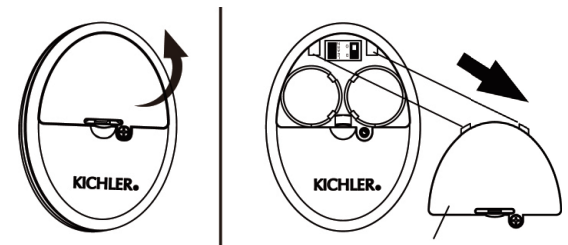

Figura 25
Paso 1. Con un destornillador, quite la tapa de la batería del control remoto y guarde el tornillo para usarlo más adelante. (Figura 25)